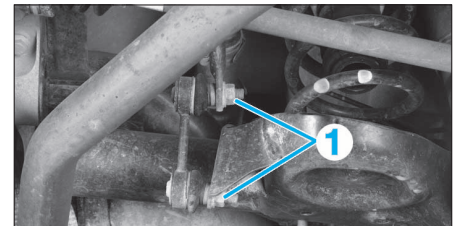

FIG. 37
- Déposer la vis de fixation (1) de la biellette de barre stabilisatrice.(Fig.37).